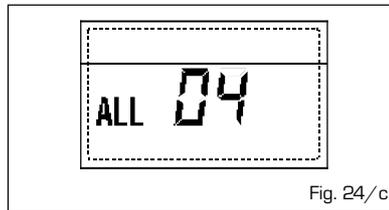

Fig. 24/c
- ANOMALÍA SONDA CALEFACCIÓN "AL 05" (fig. 24/d)